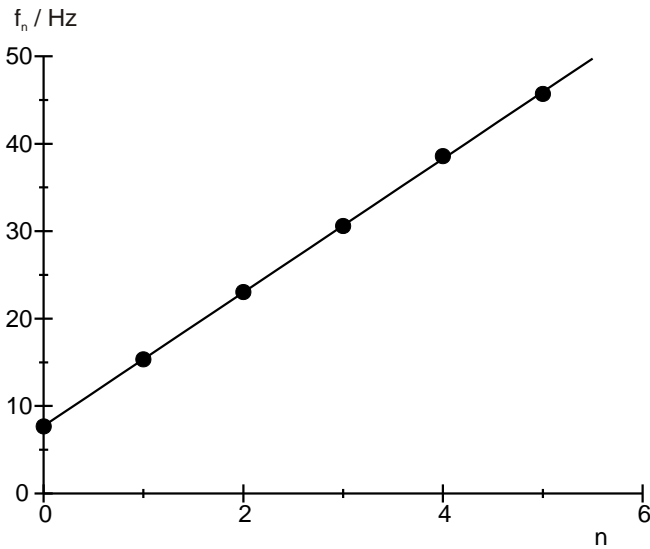

Fig. 6: Frequenza di risonanza in funzione del numero di nodi per le onde della molla a elica
- Riportare in un grafico le frequenze di risonanza  $f_n$  delle onde della molla a elica (tab. 1) e delle onde della corda (tab. 2) in funzione del numero di nodi di oscillazione  $n$  e unire i punti con delle linee rette (fig. 6, fig. 7).